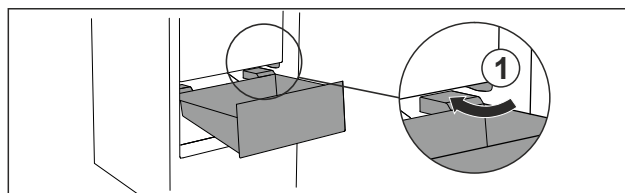

Fig. 81
- Før skuffen rundt stopperne Fig. 81 (1) på skrå.